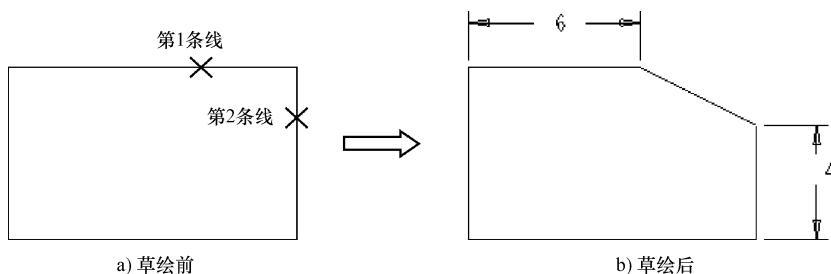

图 3-35 倒角修剪
单击【草绘器工具】工具栏【倒角】按钮右侧的, 在打开的【倒角】工具箱中单击【倒角修剪】按钮, 使其处于按下状态, 即可根据提示在图形区为选取的两条线段进行倒角修剪。其中倒角尺寸标注的是剩余掉部分的尺寸, 多余的部分被修剪掉, 如图 3-35 所示。
【例 3-20】完成倒角, 如图 3-35 所示。
- (1) 单击【草绘器工具】工具栏【倒角】按钮右侧的, 在打开的【倒角】工具箱中单击【倒角修剪】按钮, 使其处于按下状态。
- (2) 在图形区第1条线上“×”标志处单击,拾取第1条线,如图3-35所示。
- (3) 在图形区第2条线上“×”标志处单击,拾取第2条线,如图3-35所示。
- (4) 若继续草绘倒角,执行步骤(2)~步骤(3),否则执行步骤(5)。
- (5) 单击鼠标中键,结束倒角修剪操作,回到选择状态。